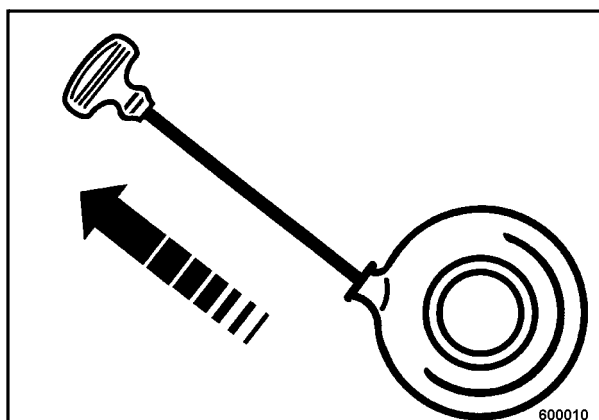

Fig. 6
- Tirar rápido y fuerte el cable con empuñadura de arranque tanto afuera como posible (Fig. 6).